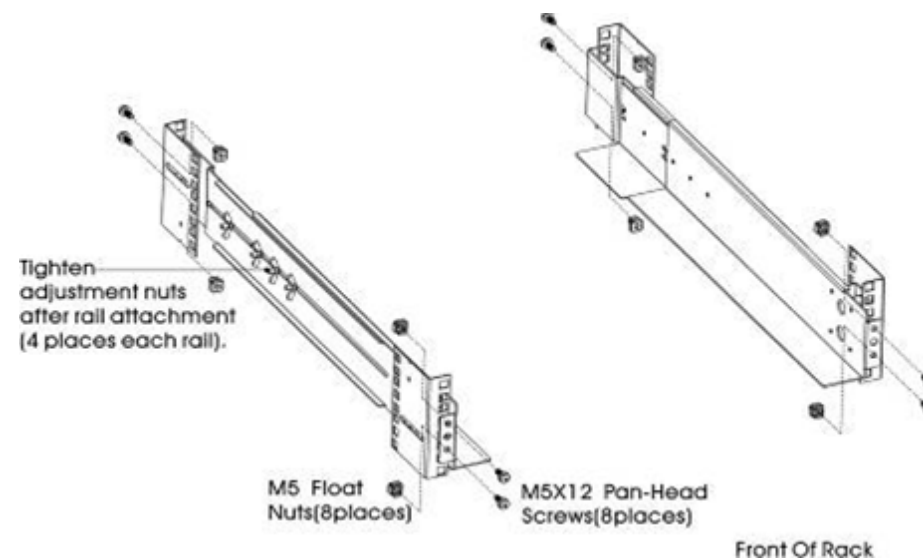

Рис. 3-2. Фиксация направляющих.
2. Выберите правильный размер в стойке для размещения ИБП (см. рис. 3-2). Рельсовые направляющие крепятся в четырех местах на передней и задней частях стойки.